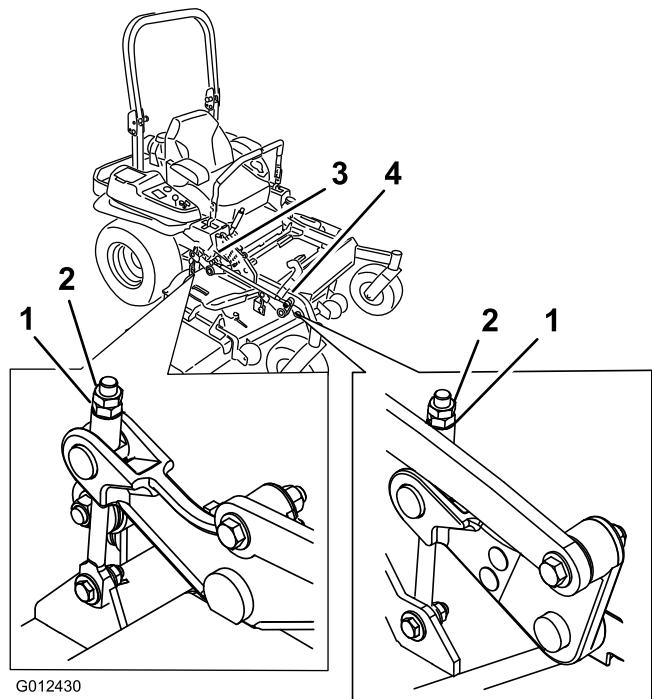

Figure 91
10. Pour les tabliers de coupe montrés à la Figure 91, ajustez précisément le serrage de l'écrou de réglage sur l'ensemble de relevage du tablier avant (Figure 91).
18. Ajustez précisément le serrage de l'écrou de réglage sur l'ensemble de relevage du tablier avant (Figure 91).